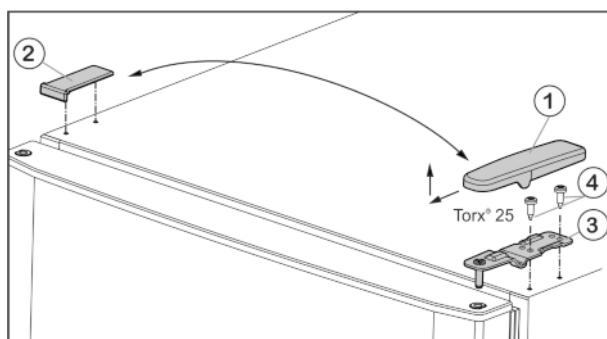

Fig. 6
- ▶ Skinite pokrov Fig. 6 (1) prema naprijed i gore.
- ▶ Podignite pokrov Fig. 6 (2).
- ▶ Odvijte gornji podložak ležaja Fig. 6 (3) (2 puta Torx® 25) Fig. 6(4) i izvucite ga prema gore.
- ▶ Umetnute gornji podložak ležaja Fig. 6 (3) na novu stranu šarke u vrata.
- ▶ Čvrsto pritegnite gornji podložak ležaja (**s 4 Nm**) (2 x Torx® 25) Fig. 6 (4). Po potrebi upotrijebite odvijač na baterije.
- ▶ Pokrov Fig. 6 (1) postavite izvana na suprotnoj strani tako da se fiksira.
- ▶ Pokrov Fig. 6 (2) postavite odozgo na suprotnoj strani tako da se fiksira.